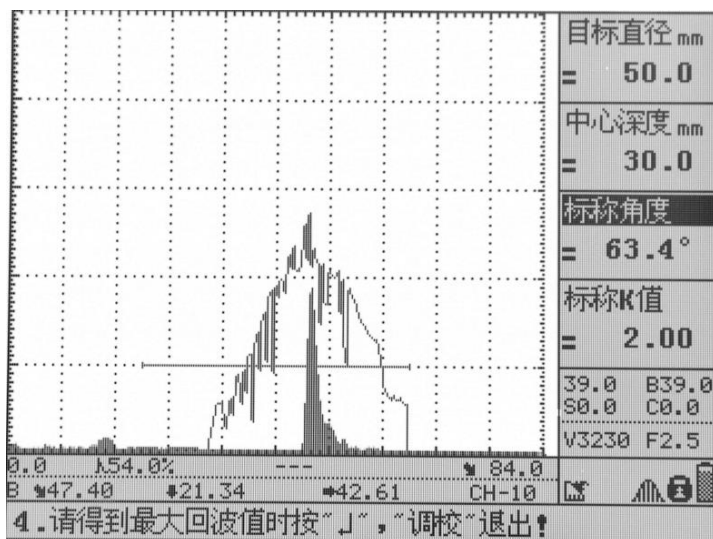

图 5.4
1. 在扫查状态下，按“波峰记忆”键，如果屏幕右下角出现此“”标志，表示已打开波峰记忆功能，再按此键，右下角变为“”标志，此时回波包络功能开启，如图 5.4 所示。